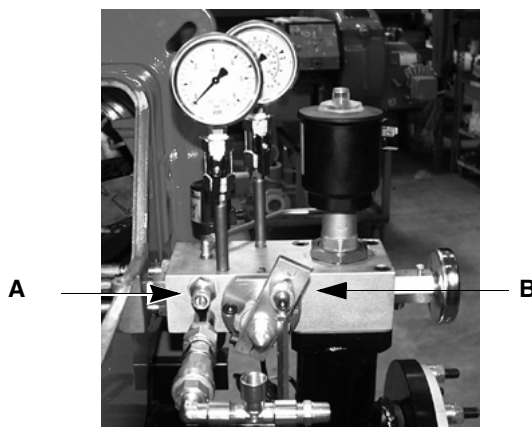

Рис. 35
- Снять и почистить регулятор сжатого воздуха, **A** на Рис. 35.
- Снять и почистить регулятор мазутного топлива, **B** на Рис. 35.